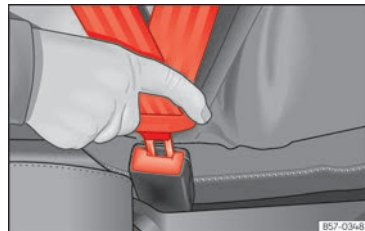

Abb. 22 Schlosszunge des Sicherheitsgurts in das Gurtschloss einstecken.
- Schlosszunge fest in das zum Sitzplatz gehörende Gurtschloss stecken » » (Abb. 22).